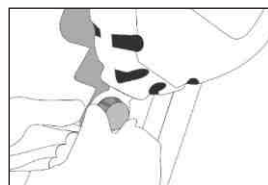

Fig. 3
- 3) Sæt faldsikringens sorte forankringsring i, og skru den fast i hullet (fig. 3).